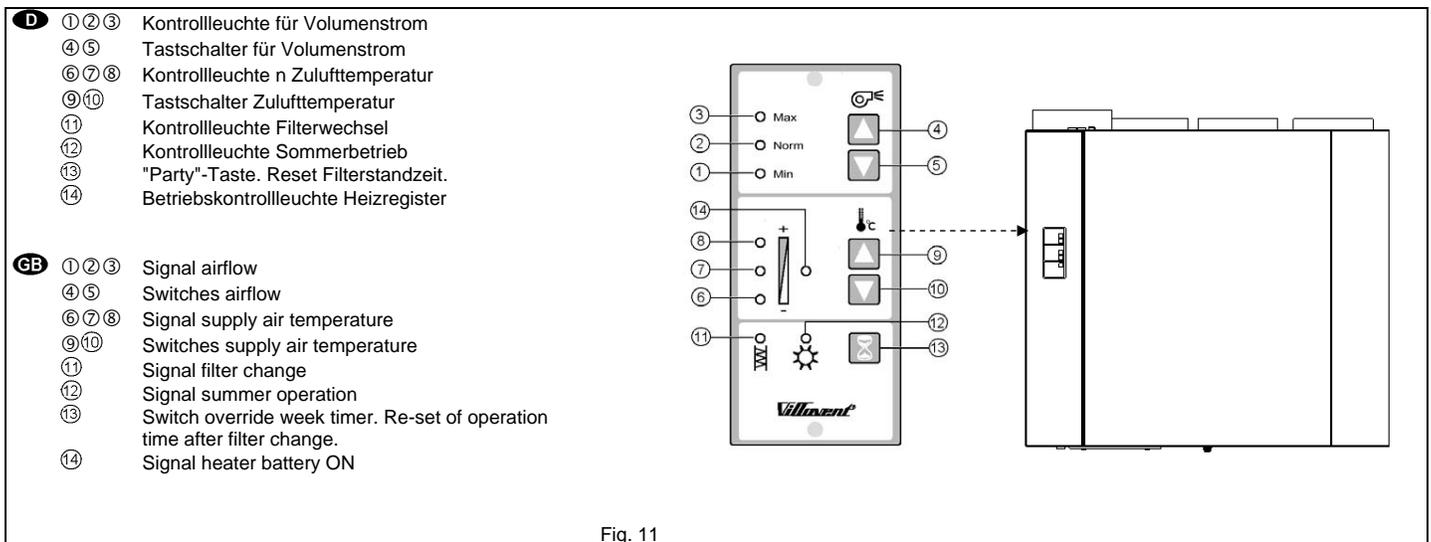

Fig. 11
4. Önskad bytesintervall för filterbyten väljs (fig. 11). Fabriksinnstillingen är satt till 9 månader. Vid normal kvalitet på uteluften, är 9 månader mellan filterbyten en passande intervall. Där uteluften är förorenad av avgaser, industrier, utsläpp från förbränningsanläggningar mm, rekommenderar vi att intervallen för filterbytet ställs in på 6 månader. Oavsett om uteluftskvaliteten är mycket god, och uteluftsfiltret ej är igensatt, rekommenderar vi ej längre bytesintervall än 12 månader. (Lukt från organiska föroreningar i filtren kan reducera kvaliteten på tilluften). För att öka eller minska intervall mellan filterbyten, trycks samtidigt knapparna (13) och (9) eller (13) och (10) in. Vald innstilling bekräftas genom kortvarig blinkning i lampa (14), samtidigt som det lyser i:
- Lampa (6) vid 6 månaders intervall.
- Lampa (7) vid 9 månaders intervall.
- Lampa (8) vid 12 månaders intervall.